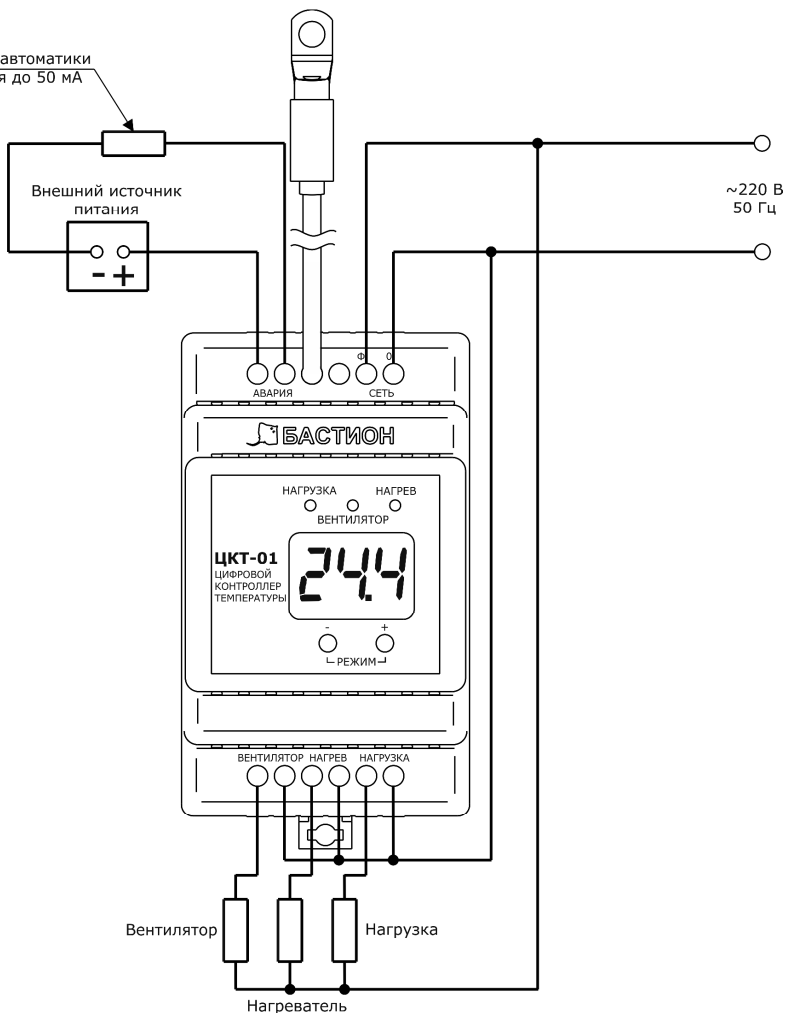

Рисунок 2 – Схема подключения
- Проверьте правильность произведенного монтажа в соответствии с назначением клемм подключения (см. рисунок 2).